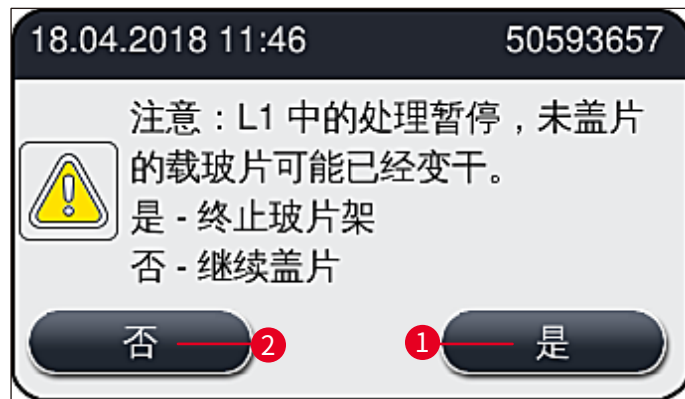

图 112
9. 仪器软件执行填充位扫描。用户将在检查结束后收到一条信息消息 (→ 图 112)。